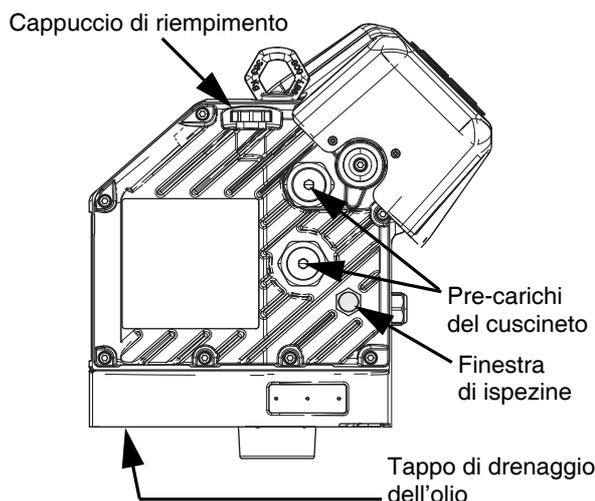

FIG. 14: Finestra di ispezione e tappo di riempimento dell'olio
3. Rimuovere il tappo di drenaggio dell'olio. Vedere FIG. 14 per la posizione del tappo di drenaggio. Lasciare fuoriuscire tutto l'olio dal driver.
Fare riferimento alla FIG. 14 di seguito. Controllare regolarmente il livello dell'olio nella finestra di ispezione. Il livello dell'olio deve avvicinarsi al punto centrale della finestra di ispezione quando il driver non è in funzione. Se il livello dell'olio è basso, aprire il cappuccio di riempimento e aggiungere olio sintetico per ingranaggi privo di silicone EP ISO 220 (codice Graco 16W645).